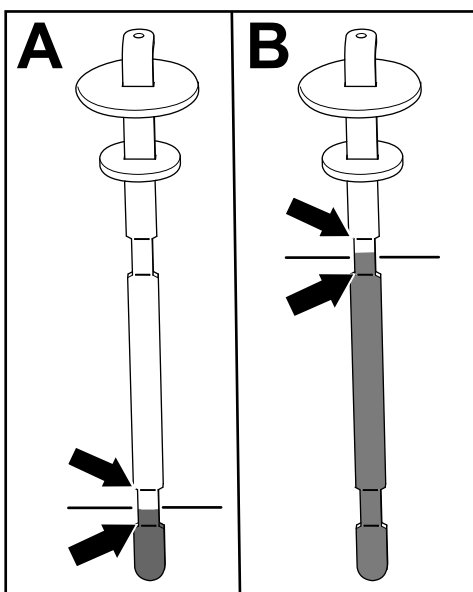

Figura 80
5. Retire la varilla y compruebe el nivel de fluido (Figura 80).
- **Si tiene una unidad de corte equipada:** el nivel de fluido hidráulico está en el nivel apropiado cuando el fluido aparece entre las dos marcas inferiores de la varilla (A en la Figura 80). También es aceptable que el nivel de fluido esté por encima de las marcas inferiores.
- **Si tiene instalado el kit de hidráulica auxiliar:** el nivel de fluido hidráulico está en el nivel correcto cuando el fluido aparece entre las dos marcas superiores de la varilla (B en la Figura 80).